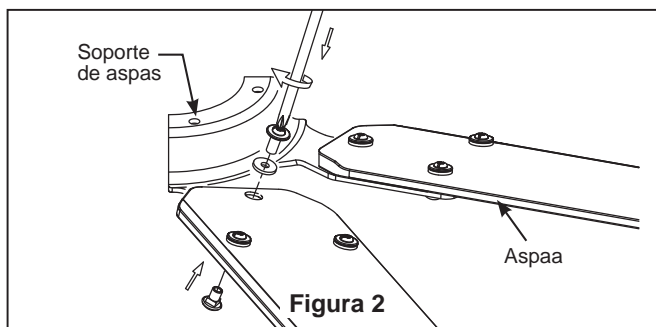

Figura 2
- 4. Fije los tornillos con el destornillador suministrado sin apretarlos demasiado. (Figura 2)